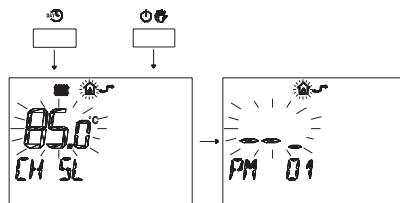

Fig. 5.29 Mando remoto
- 2 Apriete contemporáneamente los botones y para entrar a la programación transparente (Fig. 5.29)